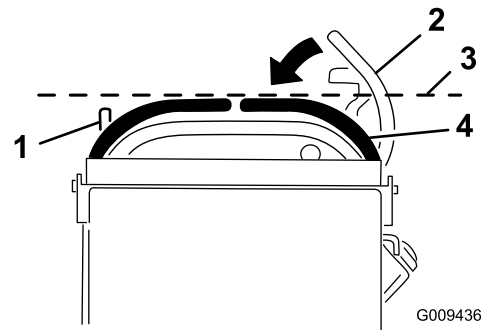

Bild 69
3. Drücken Sie die Fahrtriebshebel nach unten und außen aus der ARRETIERTEN NEUTRAL-Stellung (Bild 69).
4. Prüfen Sie, ob der rechte Fahrtriebshebel mit dem linken Fahrtriebshebel horizontal eingestellt ist (Bild 69).